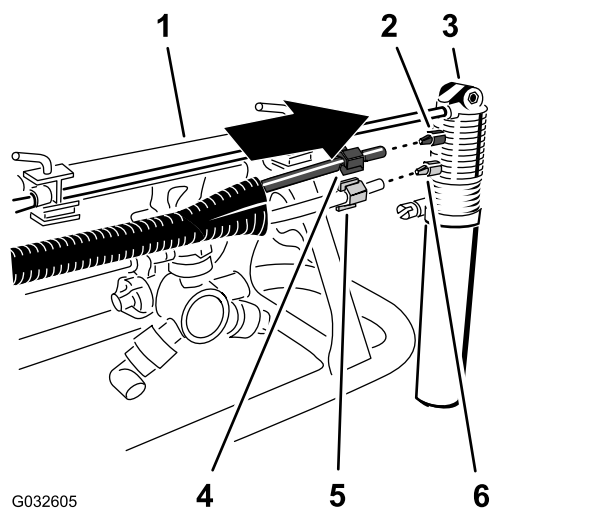

Figure 23
2. Placez le bout du tube transparent muni de l'écrou à compression blanc devant le raccord à compression blanc de la buse du traceur à mousse, et serrez l'écrou à la main (Figure 23).
3. Placez le bout du tube bleu muni de l'écrou à compression bleu devant le raccord à compression bleu de la buse du traceur à mousse, et serrez l'écrou à la main (Figure 23).
1. Glissez l'écrou à compression bleu au bout du tube bleu et l'écrou à compression blanc au bout du tube transparent (Figure 23).